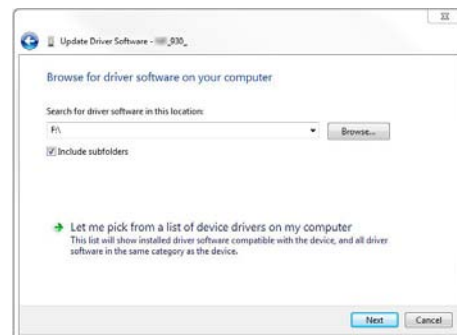

Abbildung 50: Quelle für Treiberinstallation auswählen
- Wählen Sie ihr CD-ROM Laufwerk und klicken Sie auf weiter (siehe Abbildung 50). Nun wird nach dem passenden Treiber gesucht. NeopostWählen Sie aus der Liste den richtigen Treiber für ihren Drucker und klicken Sie auf "Weiter".